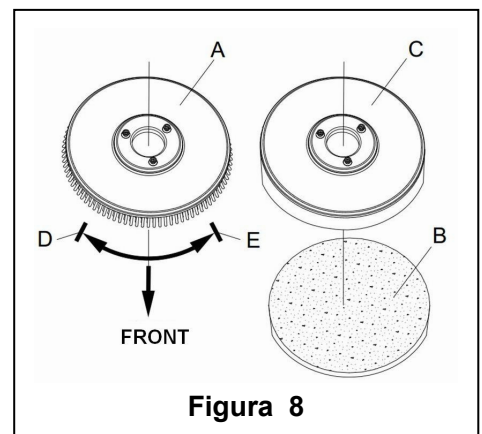

Figura 8
În funcție de tipul de pardosea care trebuie curățată, pe mașină se poate monta o perie (Figura 8, A) sau o bucată de material (Figura 8, B și C).
1. (Se aplică doar la tipurile AS430B și AS510B): verificați dacă conectorul (41) este pe poziția (O) deconectare.
2. Apăsați mânerul-bară (2) pentru a se ridica corpul rezervorului (26).
3. Puneți peria (A) sau suportul de material (B – C) în locaș.
4. Utilizați mânerul-bară (2) pentru a coborî corpul rezervorului (26) și a veni în contact cu peria sau suportul de material de curățare.
5. Pentru instalarea automată a periei / suportului de material, puneți comutatorul de alimentare cu electricitate (41) pe poziția "I" și apăsați butonul de siguranță (1). Împingeți ușor mașina înainte pentru a permite roții de la baza rezervorului să se alinieze cu peria sau cu suportul de material care în acest fel vor fi montate. Apoi degajați comutatorul de siguranță. Dacă e necesar, repetați procedura până când peria/ suportul pentru bucata de material este instalată.
6. Dacă pasul 5 de mai sus se dovedește a fi greu de realizat, utilizați metoda manuală urmărind săgeata (D) ce indică sensul pentru montarea periei / suportului de material (după cum se arată în Figura 8).
7. Pentru demontarea automată a periei /suportului de material, puneți comutatorul (41) alimentării cu curent pe poziția "O". Țineți cu mâna mânerul-bară și apăsați mașina în jos până cândroata de ghidaj atinge podeaua iar peria/ suportul de material e suspendată în aer. Puneți comutatorul de alimentare (41) pe poziția "I" și apăsați butonul de siguranță pentru a permite periei sau suportului de material să se rotească până ce cad pe podea.
8. Dacă pasul 7 de mai sus se dovedește a fi greu de realizat, folosiți metoda manuală, rotind peria /suportul de material în direcția opusă funcționării normale și în felul acesta se poate scoate. (așa cum se arată în **Figura 8**)